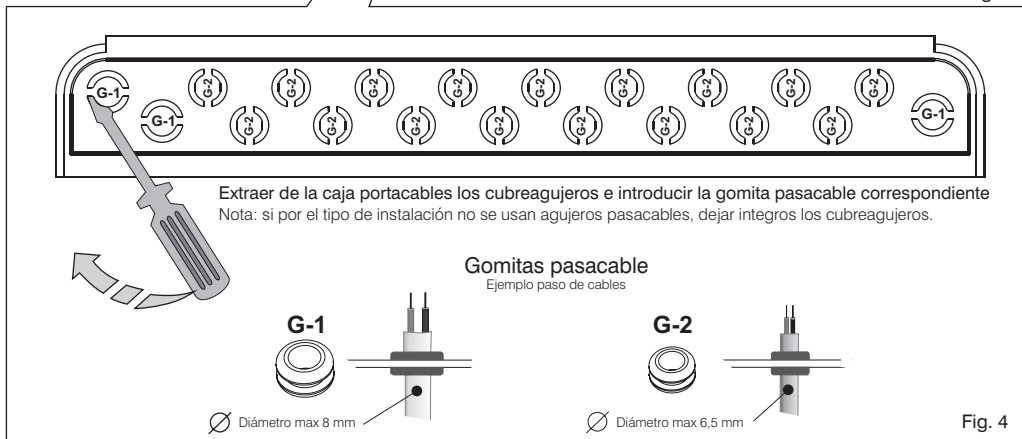

Fig. 4
- Extraer la patilla portacables **B** y retirar los cubre-agujeros de plástico necesarios, con la ayuda de un utensilio adecuado (fig. 4).